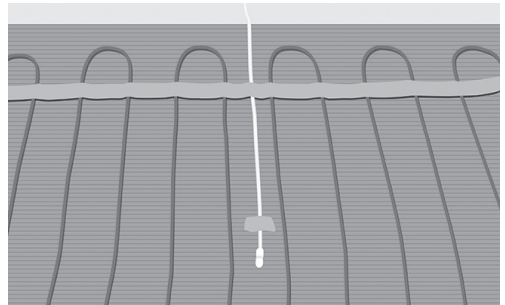

Fig. 12. Plasser ledningsrøret/føleren mellom to kabler
11. Plasser og fest røret til gulvføleren hvis det ikke er installert noe ledningsrør. Forsegl enden av ledningsrøret (Fig. 12).